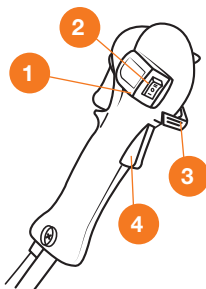

Рис. 12
- В процессе работы используйте запуск двигателя электростартером не снимая косу с ранцевого ремня, для этого используйте клавишу **2** (Рис. 12), переведите клавишу в положение (-) и удерживайте до запуска двигателя.
Модель **DABC 420E** оборудована блокиратором рычага дроссельной заслонки в нажатом положении, нажмите и удерживайте клавиши **1** и **4** (Рис. 12) и переведите блокиратор **3** вперед. Для регулировки оборотов перемещайте блокиратор вперед или назад. Используйте его при долгой работе только на полных оборотах двигателя.